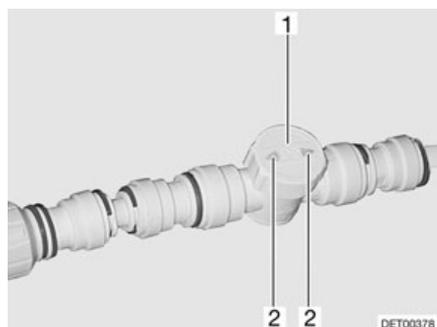

Fig. 130 Régulateur du chauffage du plancher/du réservoir d'eaux usées
- Régler le régulateur (Fig. 130,1) sur le débit désiré (débit max. = flèche (Fig. 130,2) dans le sens de la conduite).
- Tourner le régulateur (Fig. 130,1) de sorte que la flèche (Fig. 130,2) se trouve en travers de la conduite de chauffage.